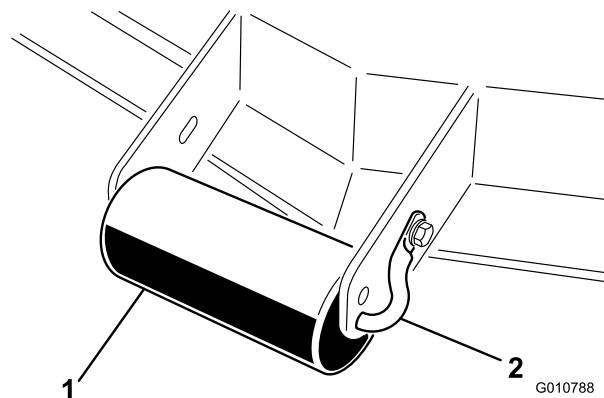

図10
1. ローラのシャフトをデッキのブラケットに固定しているキャップスクリューとナットを取り外す図10。